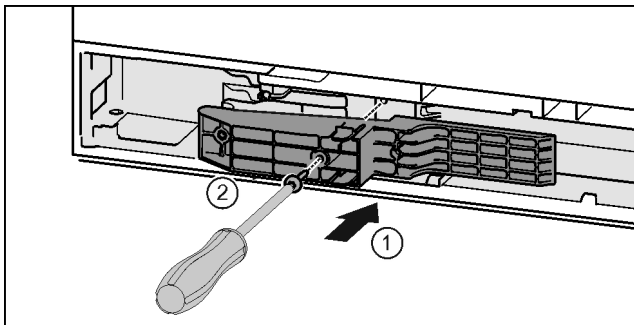

Fig. 45 \*
- ▶ Sätt adaptorn på handtagssidan i urtaget. Fig. 45 (1)\*
- ▶ Dra åt skruvarna med skruvmejsel T15. Fig. 45 (2)\*